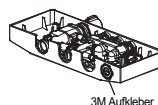

Abbildung 4
- Entfernen Sie die Kupferschraube auf der Rückseite und tasten Sie den 3M-Aufkleber ab (Abbildung 4).